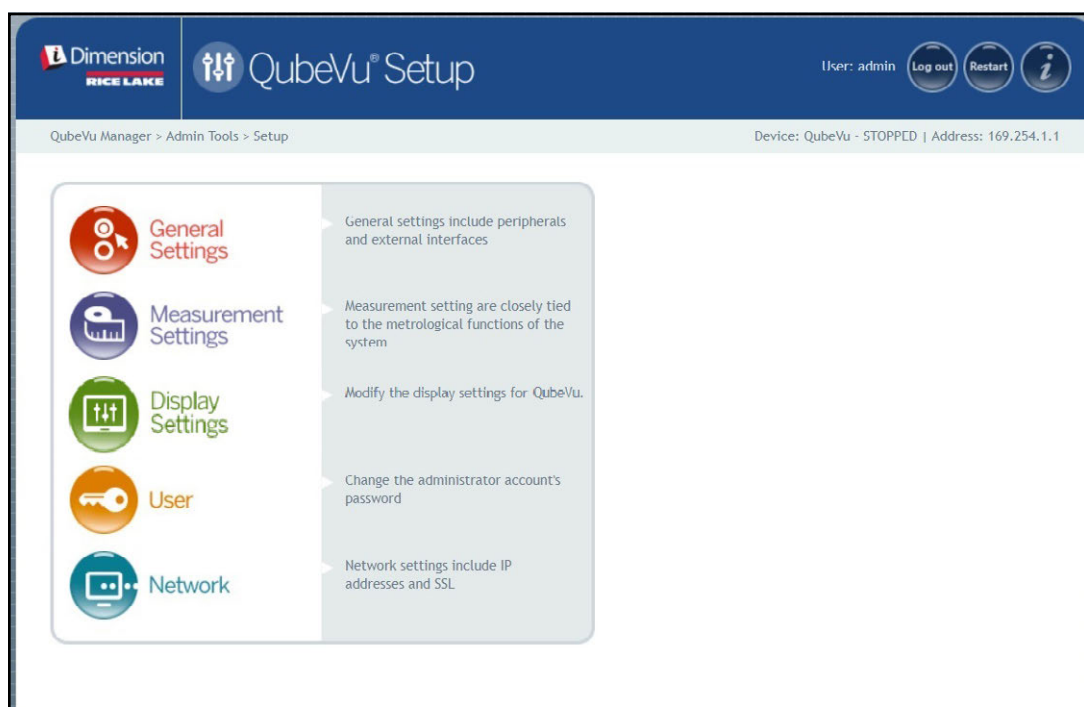

Figura 5-1. Menú de configuración
- Seleccione  **General Settings** en el menú **Setup** (Puesta en servicio) (Figura 5-1 en la página 23). Aparecerá el menú **General Settings** (Ajustes generales).
- Seleccione  **Measurement Settings** en el menú **Setup** (Puesta en servicio) (Figura 5-1 en la página 23). Aparecerá el menú **Measurement Settings** (Ajustes de medición).